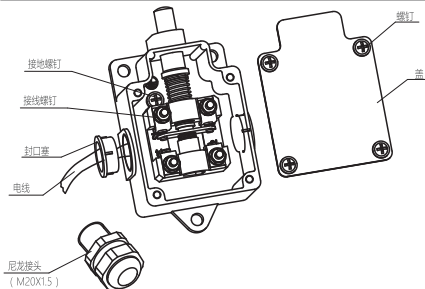
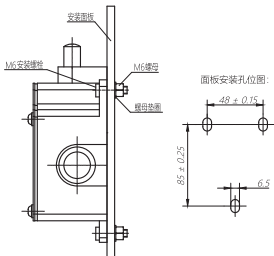
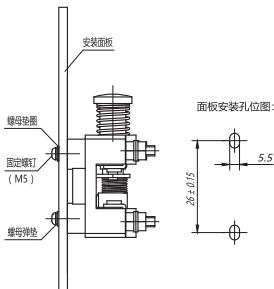

图3 布线示意图
图4 YBLX-3/11H安装示意图
图5 YBLX-3/11K安装示意图
7.2.1 安装：松开盖螺钉→按图3布线→按图4、图5安装→拧紧盖螺钉。